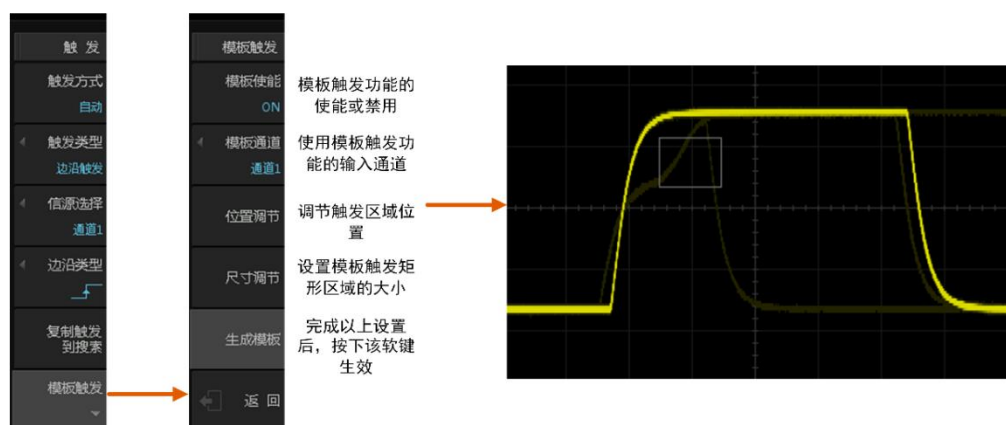

图 10.11 模板触发功能菜单
某些信号出现频率低，无法观察其特征，难以通过标准触发将信号触发出来的情况下，模板触发对特殊信号的触发提供了便利。模板触发功能菜单如图 10.11 所示。
- 3、点击【Trigger】进入触发菜单,点击【模板触发】,设置【模板使能】为“ON”,如图 10.11 所示,屏幕上出现一个白色矩形框;